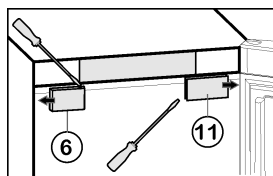

Fig. 5
- ▶ Ôter le cache côté charnière Fig. 5 (11) : décli-quer à gauche avec un tournevis à fente et pousser vers l'extérieur.
- ▶ Placer à partir de l'extérieur le cache Fig. 5 (6) tourné de 180° du côté poignée et le bloquer.